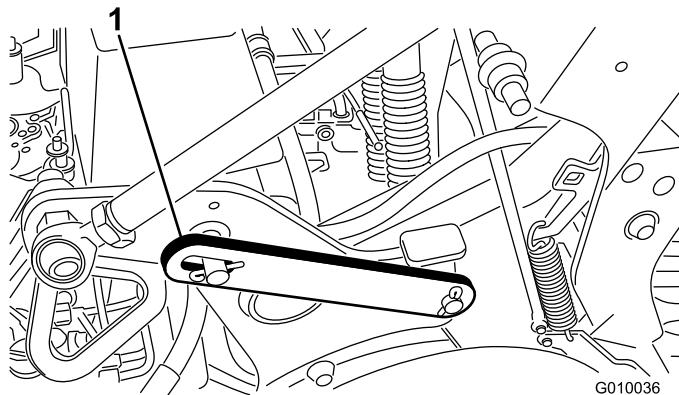

Figura 20
- Retire el anillo de retención que sujeta el cerrojo de mantenimiento en la posición de almacenamiento (Figura 20).